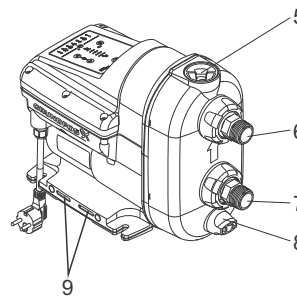

Fig. 19 Pompă SCALA
5. Deschideți treptat și scoateți dopul de amorsare. Vezi fig. 19 (5).
6. Scoateți dopul de evacuare și goliți pompa. Vezi fig. 19 (8).
7. Deșurubați piulița olandeză care ține racordul de admisie. Vezi fig. 19 (7). În funcție de tipul de instalare, poate fi necesară demontarea conductelor atât de la racordul de admisie cât și de cel de refulare.
5. Deschideți treptat și scoateți dopul de amorsare. Vezi fig. 19 (5). Dopul și ventilul de reținere sunt o singură unitate.